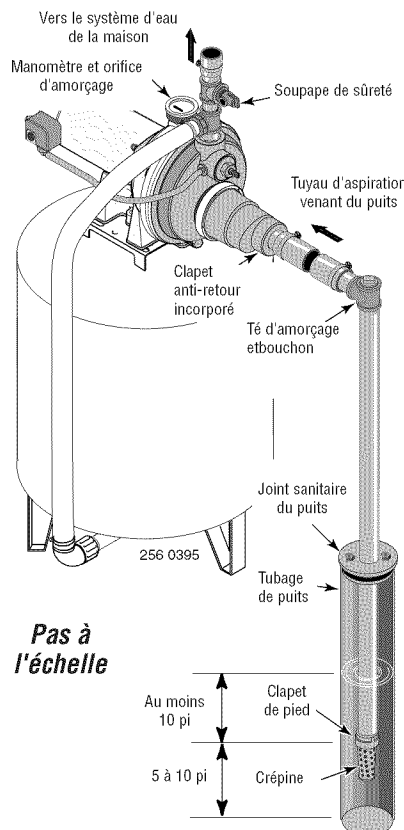

Figure 6 : Installation dans un puits à tubage
INSTALLATION SUR UN PUIT À TUBAGE DE 2 POUCHES DE DIAMÈTRE OU PLUS GRAND (Figure 6)
- 4 ° Brancher le clapet de pied, la crépine et le tuyau du puits (voir la Figure 6). S'assurer que le clapet de pied fonctionne librement.
- 6 ° Poser le té d'amorçage, le bouchon d'amorçage et le tuyau d'aspiration sur la pompe (voir la Figure 6). Brancher le tuyau provenant du puits sur l'orifice d'aspiration de la pompe en utilisant le moins possible de raccords - en particulier des coudes - étant donné que les raccords augmentent le frottement de l'eau dans les tuyaux. Le diamètre du tuyau d'aspiration doit être au moins aussi grand que le diamètre de l'orifice d'aspiration de la pompe. Utiliser du ruban téflon ou de la pâte pour raccords filetés à base du téflon